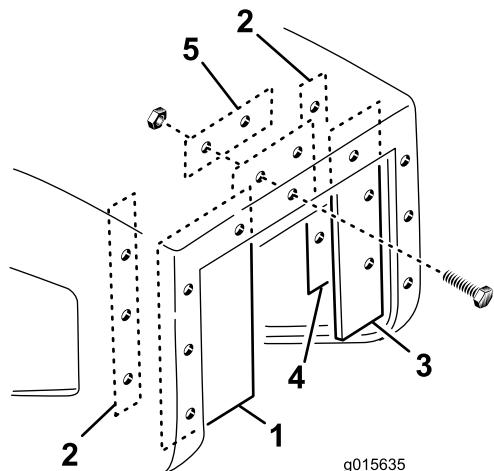

Figura 22
- Fissate il carter largo al bordo interno sinistro dell'apertura della tramoggia con una piastra lunga, 3 viti (n. 10 x 1 poll.) e 3 dadi flangiati (n. 10) come mostrato in Figura 22.
- Fissate il carter stretto al bordo interno destro dell'apertura della tramoggia con una piastra lunga, 3 viti (n. 10 x 1 poll.) e 3 dadi flangiati (n. 10) come mostrato in Figura 22.
viti (n. 10 x 1 poll.) e 2 dadi flangiati (n. 10) come mostrato in Figura 22.